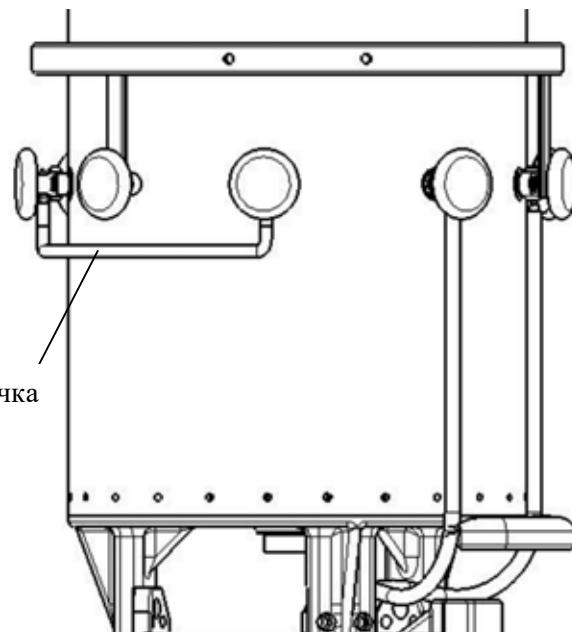

Рисунок 17 Перемычки фаз В и С
- 3) Отводы избирателя устройств I-500/600 (всего 2 отвода) должны быть подключены к присоединительным контактам фазы А масляного бака контактора. Затем необходимо установить перемычку фаз В и С (Рисунок 17).